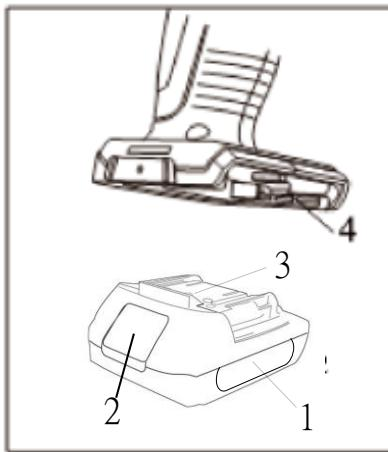

Рис.2
Нажмите кнопку для отделения аккумуляторного блока (1) и вытащите блок (2). (Рис.2)
Вставьте аккумуляторный блок (1) до фиксации (Рис.2).
1. Включите зарядное устройство в сеть. Индикатор (1) загорится зеленым. (Рис.2)
2. Подключите зарядное устройство (2) в разъем для подключения (3) на аккумуляторной батарее. Индикатор (1) загорится красным. Это означает, что началась зарядка батареи.
3. После окончания заряда батареи индикатор (1) загорится зеленым.